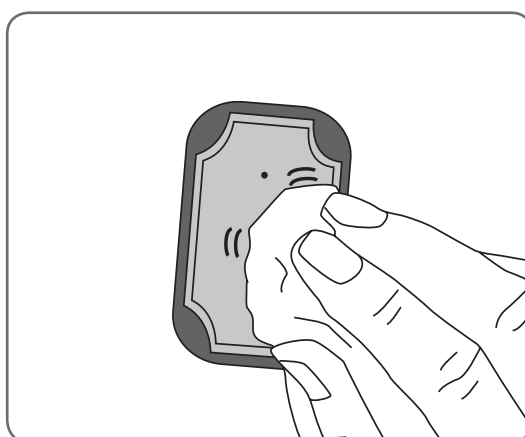

Figure 6-22 : Absorption des électrodes en tissu.
3. Épongez tout excès d'eau de l'électrode en tissu. Reportez-vous à la Figure 6-22.